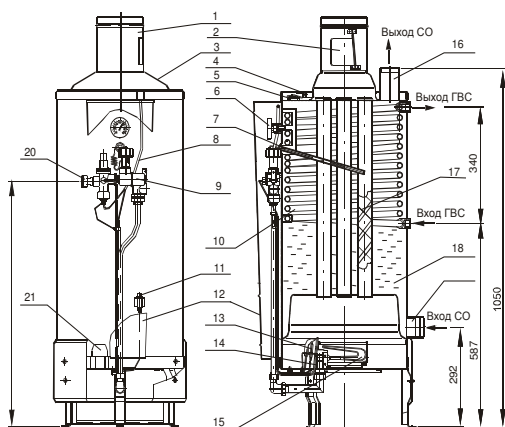
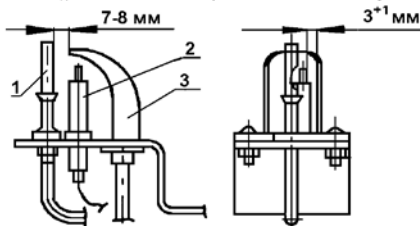

Рис. 1 Аппарат комбинированный (отопительный) газовый бытовой Универсал
Рис.3 Устройство запальное
4.1. Аппарат напольного типа имеет цилиндрическую форму. На лицевой стороне установлена дверка 12 (Рис.1).
4.3. Тягопрерыватель 1 (Рис.1) предназначен для автоматической стабилизации величины разрежения в топке аппарата, т.е. уменьшения влияния колебания величины разрежения в дымоходе на тягу в топке аппарата. Для успешной работы дверца тягопрерывателя 2 (Рис.1) должна легко вращаться на оси.
4.5. Автоматика по тяге и перегреву состоит из датчика тяги 4 (Рис.1) (биметаллическая пластина с микровыключателем), укрепленного на крышке бака, защитного термостата 5 (Рис.1) и проводов 4, соединяющих микровыключатель датчика тяги и защитный термостат с автоматикой аппарата 9 (Рис.1). Защитный термостат обеспечивает автоматическое аварийное отключение подачи газа при нагреве воды в баке $93^{\circ}\text{C} \pm 100^{\circ}\text{C}$. После остывания воды в баке до температуры $60^{\circ}\text{C} - 70^{\circ}\text{C}$ защитный
4.6. Устройство запальное Рис.3 предназначено для крепления запальника, термопары, свечи зажигания и розжига основной горелки. Для обеспечения воспламенения газа зазор между электродом свечи зажигания и запальником должен быть в пределах $3+1$ мм.
5.10. Во избежание самопроизвольного срабатывания датчика тяги колпак 3 (Рис.1) не должен касаться биметаллической пластины датчика тяги.
6.8. Установите аппарат вертикально, и проверьте вертикаль по уровню. Установите зеркало 21 (Рис.1) в нижней части бака.
6.9. Установите на аппарат тягопрерыватель 1 (Рис.1), обеспечив его строго вертикальное положение. Конец дверцы тягопрерывателя 2 (Рис.1) не должен выступать наружу и должен отклоняться от номинального положения внутрь тягопрерывателя не более чем на 1 - 2 мм. Дверца тягопрерывателя должна легко вращаться на оси. Колпак 3 (Рис.1) не должен касаться биметаллической пластины датчика тяги 4 (Рис.1).
6.12. Проверьте работу пьезорозжига. При нажатии на кнопку пьезорозжига 11 (Рис.1) должна проскакивать искра между электродом свечи 2 (Рис.3) и запальником 3 (Рис.3).